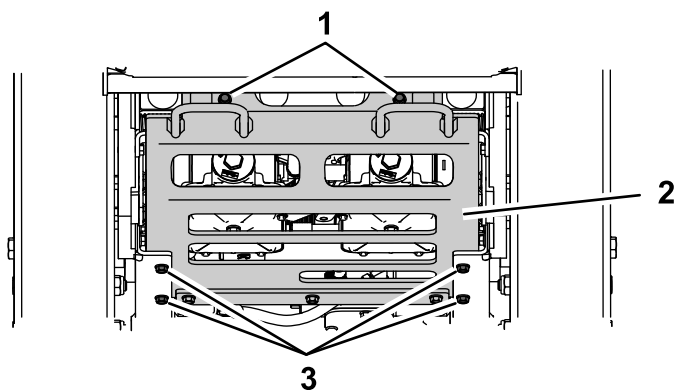

Figure 49
4. Enlevez les 6 boulons (2 à l'arrière et 4 sur le côté) de la plaque de protection, et déposez la plaque (Figure 49).
15. Posez la plaque de protection (Figure 49).